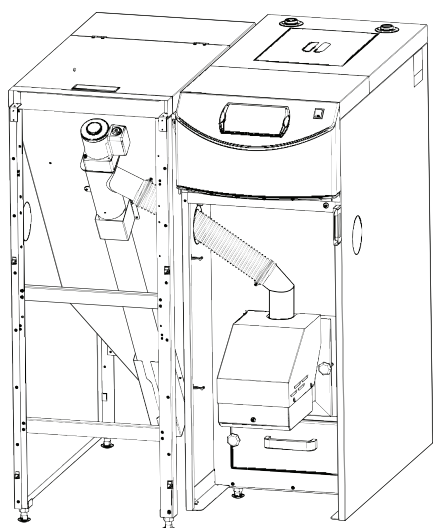
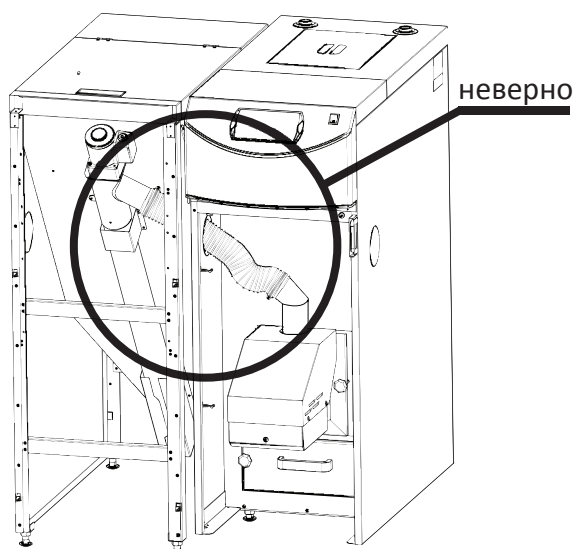

Рис. 4 Правильное подсоединение гофрированной трубы механизма подачи
Рис. 5 Неправильное подсоединение гофрированной трубы механизма подачи
6. Произвести все необходимые регулировки в области угла наклона соединителя и длины гибкой гофрированной трубы. Соединение не может образовывать загибы гофрированной трубы, которые могут привести к блокировке пеллет (см. Рис. 4 и Рис. 5).